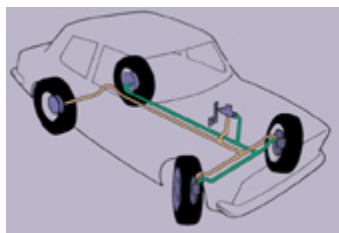

Fig. 20
- Un pistón del doble cilindro principal (**fig. 20**) actúa sobre las dos ruedas delanteras y una trasera, y el otro pistón actúa sobre las dos ruedas delanteras y una rueda trasera. Cada freno de disco delantero es accionado por dos pares de pastillas.